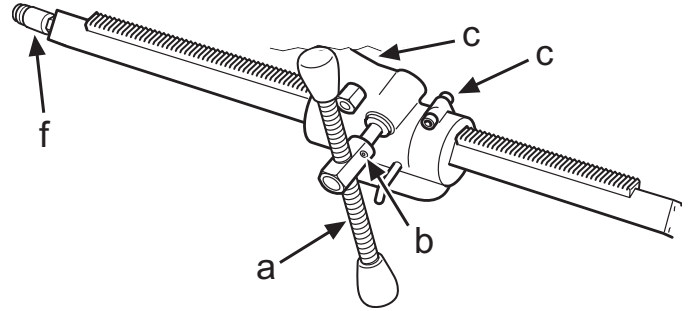

Fig.7
- Si es necesario, se puede trasladar el mango de alimentación (a) al lado opuesto de la caja de alimentación (fig. 7), aflojando el tornillo de fijación (b) con una llave Allen de 6 mm.
- El huelgo respecto a la columna de perforación se puede ajustar a un juego mínimo con 2 tornillos (c) (fig. 7).
- Quando necessário, pode-se deslocar o manípulo de alimentação (a) para o lado oposto da caixa de alimentação (Fig. 7), afrouxando o parafuso de fixação (b) com uma chave Allen de 6 mm.
- A folga em relação à coluna de perfuração pode ser ajustada a um mínimo, com a ajuda de 2 parafusos (c) (Fig. 7).
- Loosening the locking screw (b) using a 6 mm hex-key allows the feed handle (a) to be moved to the opposite side of the feed housing if necessary (Fig.7).
- The play on the drill column can be adjusted to a minimum with the help of 2 screws (c) (Fig. 7).